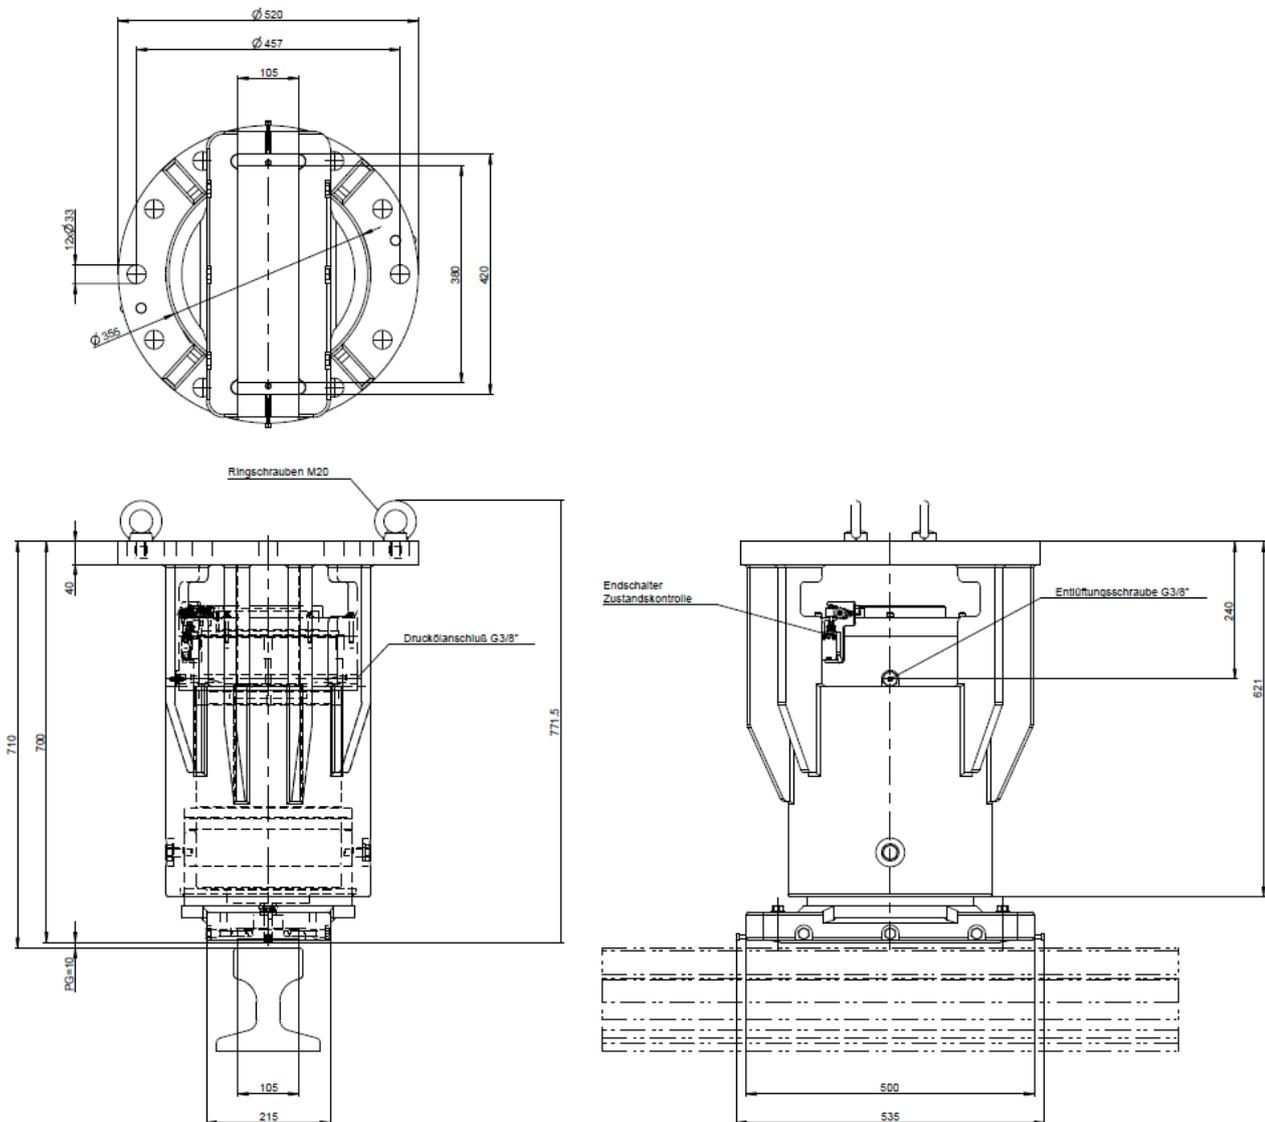

Bild 2.2
Positionieren Sie die Schienenbremse an der Einbaufläche, indem Sie die Schienenbremse mit zwei Heberingen anheben Bild 2.1 und Bild 2.2. Gewicht für eine Bremse: HR 130 FHM-200 = 130kg, HR 185 FHM-530 = 430kg
5. Schienenbremse HR 185 Beachten Sie die angegebenen Abstandsmaße und das Maß von 710+/- 2,5 mm siehe Abb. 2.2.
Schienenbremse HR 185 FHM G3/8“ siehe Bild 2.2